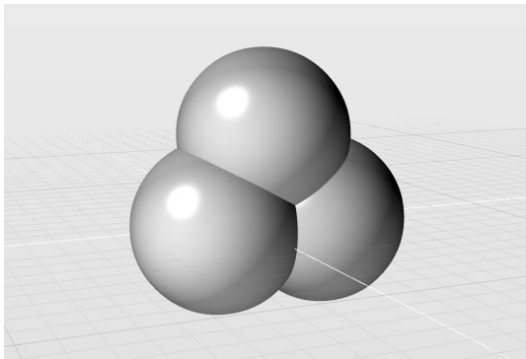

图 4-144 打开练习文件
- 1) 打开素材文件夹“练习 (4.4.8_1)”中的 Evolve 文件, 该文件中包含 3 个独立球体, 如图 4-144 所示。